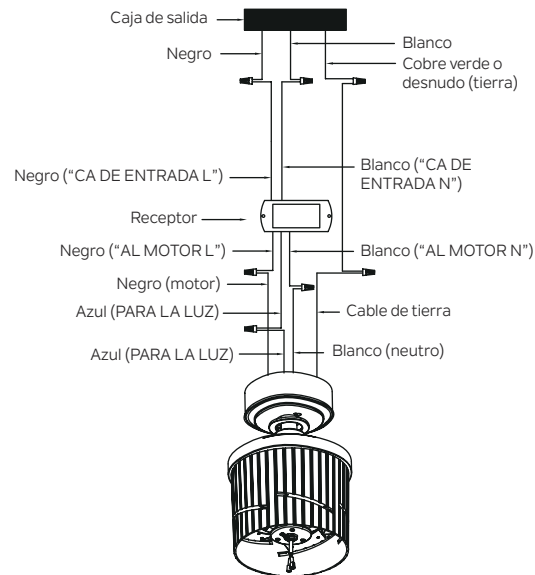

Figura 14
**Paso 2.** Conexiones eléctricas del motor al receptor: Conecte el cable NEGRO del ventilador al cable NEGRO marcado "AL MOTOR L" del receptor. Conecte el cable BLANCO del ventilador al cable BLANCO marcado "AL MOTOR N" del receptor. Conecte el cable AZUL del ventilador al cable AZUL marcado "PARA LA LUZ" del receptor. Fije todas las conexiones de cables con los conectores de cable de plástico provistos. (Figura 14)
**Paso 3.** Conexiones eléctricas del receptor remoto a la caja de salida: Conecte el cable NEGRO (vivo) del techo al cable NEGRO marcado "CA DE ENTRADA L" del receptor. Conecte el cable BLANCO (neutro) del techo al cable BLANCO marcado "CA DE ENTRADA N" del receptor. Fije todas las conexiones de cables con los conectores de cable de plástico provistos. (Figura 14)
**Paso 4.** Si su caja de salida tiene un cable de tierra (de cobre verde o desnudo) conéctelo a los cables de tierra del ventilador; de lo contrario, conecte el cable de tierra del ventilador al soporte de montaje. Fije la conexión del cable con una tuerca de plástico proporcionada. Después de conectar los cables, sepárelos de modo que los cables verde y blanco estén en un lado de la caja de salida y los cables negro y azul en el otro lado. (Figura 14)